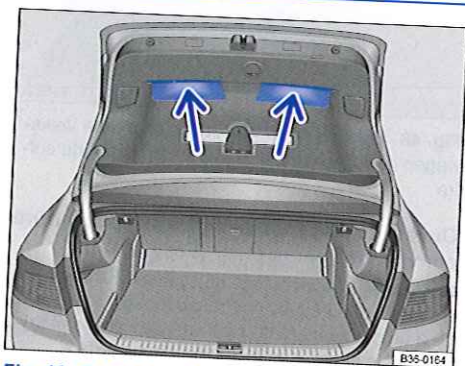

Fig. 46 Capot de coffre ouvert : poignées concaves pour la fermeture
- Saisissez l'une des poignées concaves dans le revêtement intérieur du capot de coffre → fig. 46 (flèches).